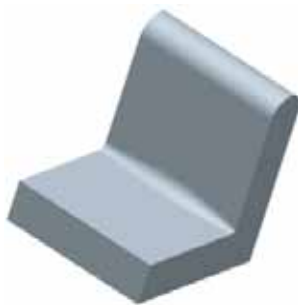

图 12-9
(4) 单击预览按钮，并着色显示，结果如图 12-9 所示。